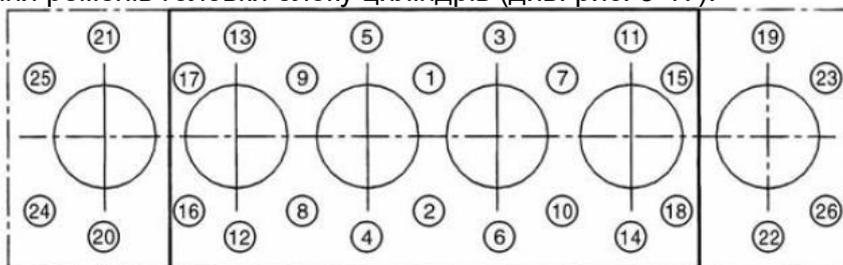

Fig 5-17 Sequence for Tightening Cylinder Head Bolts
2.5 Затягніть болти зсередини назовні хрестоподібно, спочатку затягніть до 80 Н·м, а вдруге міцно затягніть їх відповідно до вказаного крутного моменту, наведеного в таблиці даних технічного обслуговування в розділі 7. Послідовність натягування ременів головки блоку циліндрів (див. рис. 5-17).